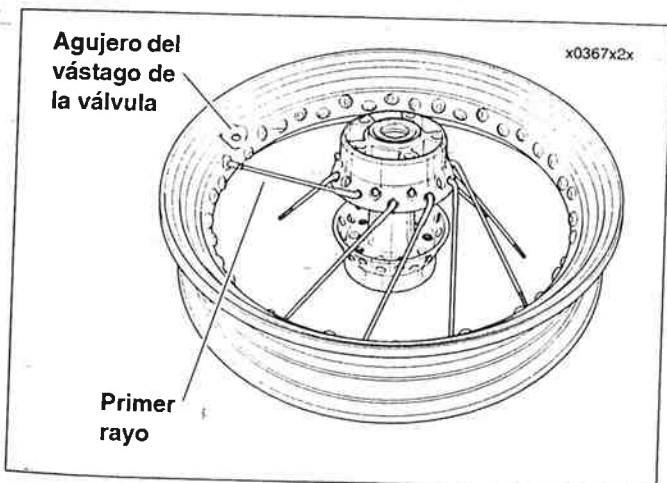

Figura 2-22.
2. Vea la Figura 2-22. Coloque el aro sobre el cubo y rayos con el agujero del vástago de la válvula hacia arriba. Usando cualquier rayo de la fila inferior, coloque el primer rayo dentro del agujero del aro que se encuentra a la izquierda del agujero del vástago de la válvula, sobre la mitad superior de la línea central del aro.